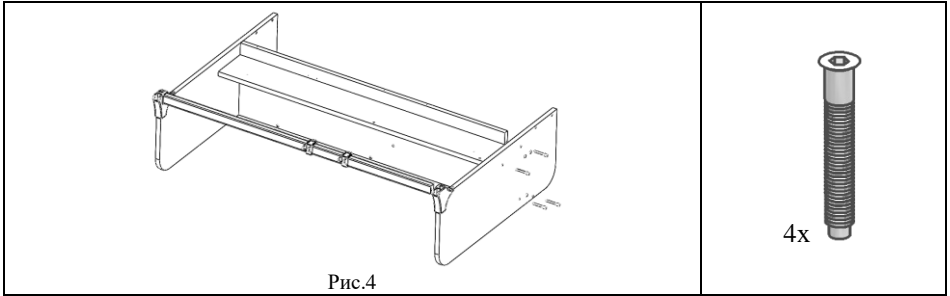

Рис.4
5.1.5. К сборке по п.5.1.4. установить и предварительно закрепить при помощи винтов конфирмат (поз.1, пакет № 227) сборку по п.5.1.2, см. рис. 4.